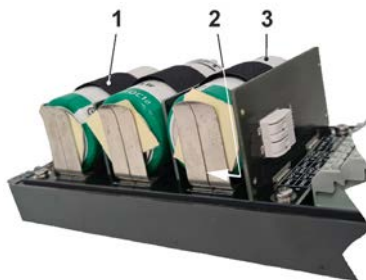

Abb. 25-1 SIM-Karten-Slot
2. Ösenband (Abb. 25-1 Pos. 1) ausfädeln und die Batterie (Abb. 25-1 Pos. 3) an der Trennwand gemäß Kap. „48.1 Batterietausch“ aus dem Batteriehalter entfernen. Der SIM-Karten-Slot (Abb. 25-1 Pos. 2) ist zugänglich.